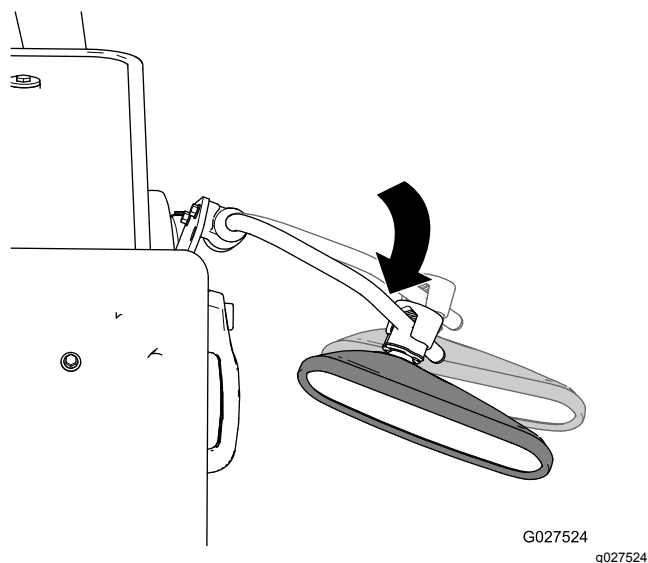

Figura 7
2. Per regolare la posizione dello specchietto e del braccio di supporto, fate oscillare il braccio di supporto verso la cabina o lontano da essa (Figura 7).